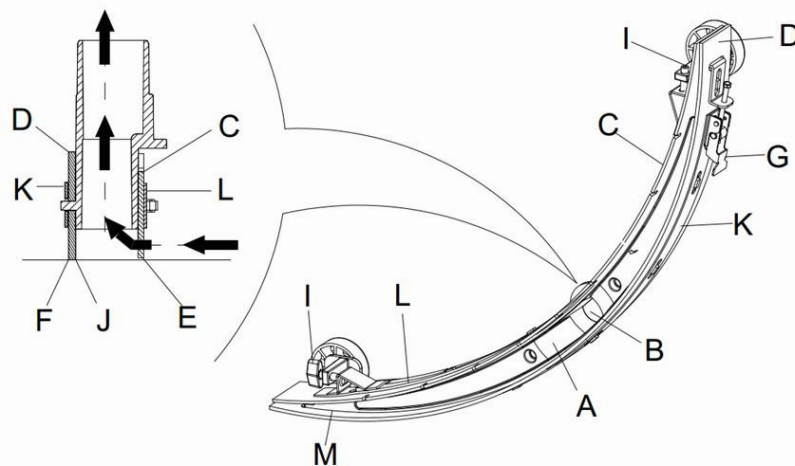

Figure 15
2. Appuyez sur l'interrupteur d'alimentation (41) sur la position "O" pour éteindre la machine.
3. Dévissez les molettes (16) de la raclette, débranchez le flexible d'aspiration de la raclette puis retirez la raclette.
4. Utilisez la poignée de levage de la raclette (14) pour soulever le cadre de support de la raclette.
5. Nettoyez la raclette (**Figure 15**). Nettoyez en particulier la rainure (**A, Figure 15**) ainsi que les saletés et les fragments dans le tube d'aspiration. Vérifiez si la bavette avant (C) et la bavette arrière (D) de la raclette sont intactes et s'il n'y a pas de bords usés ou déchirés. Remplacez-les si nécessaire (voir les étapes dans la partie suivante).
- Suivez les méthodes indiquées dans la section précédente pour nettoyer la raclette (**Figure 15**)
- Vérifiez le bord (**E, Figure 15**) de la bavette avant de la raclette et le bord (**F**) de la bavette arrière (**D**) de la raclette. Sur toute la longueur, ils doivent au même niveau. Dans le cas contraire, réglez leurs hauteurs grâce à la procédure suivante.